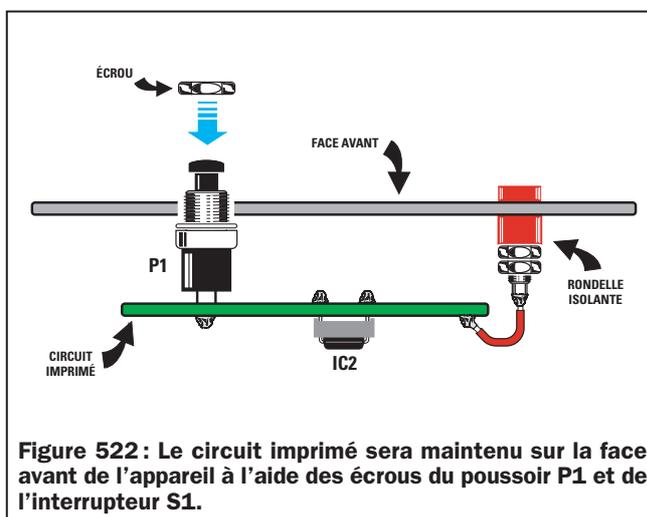

Figure 522 : Le circuit imprimé sera maintenu sur la face avant de l'appareil à l'aide des écrous du poussoir P1 et de l'interrupteur S1.
**Figure 516 :** Le circuit imprimé sera directement fixé sur la face avant du boîtier par l'intermédiaire des écrous du poussoir P1 et de l'interrupteur S1 (voir figure 522). On placera, sur le côté droit du panneau, le voltmètre de 5 volts à fond d'échelle.
Avant d'insérer les trois douilles D, G et S, dans le panneau du boîtier, vous devez d'abord retirer les deux écrous ainsi que la rondelle en plastique. Après avoir inséré le corps de la douille dans le panneau, vous devez insérer à nouveau la rondelle isolante et fixer le tout à l'aide des écrous (voir figure 522).